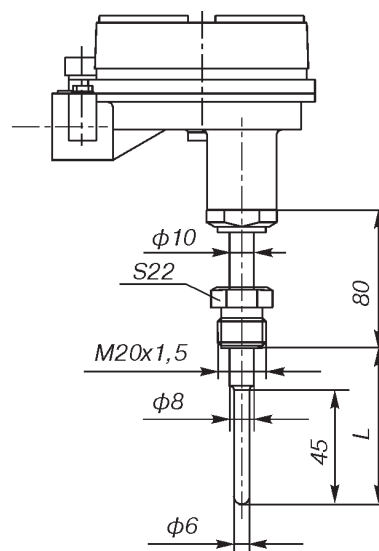

Рис.24 (ост.см.рис.4)
- 24** по рис.24 (только Метран-286-Exd)